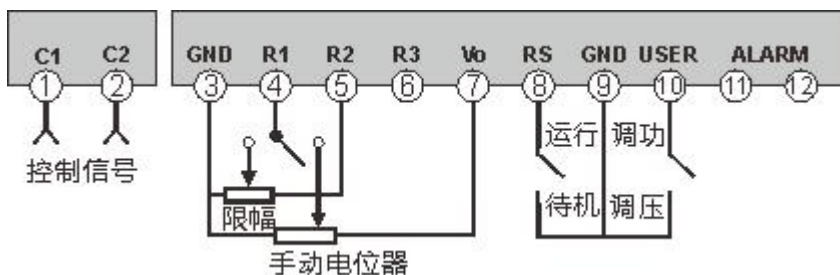

图 4: 手动与带限幅功能的自动控制控制组合接线图
- 启动/停止开关: 外接开关, 参考图 4; 端子 8、9 短路: 缓关断, 开路: 缓启动
- 调功/调压切换: 外接开关, 参考图 4; 端子 9、10 短路: 缓关断, 开路: 缓启动